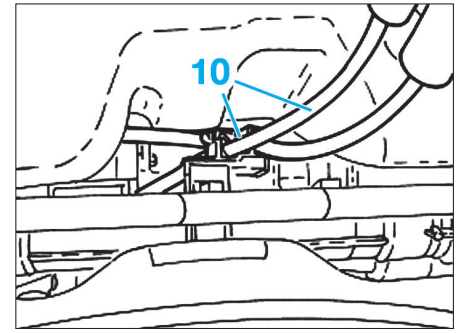

Fig. 16
- Déposer l'étrier (10) de support de câbles de sélection et passage de vitesses (Fig.16).